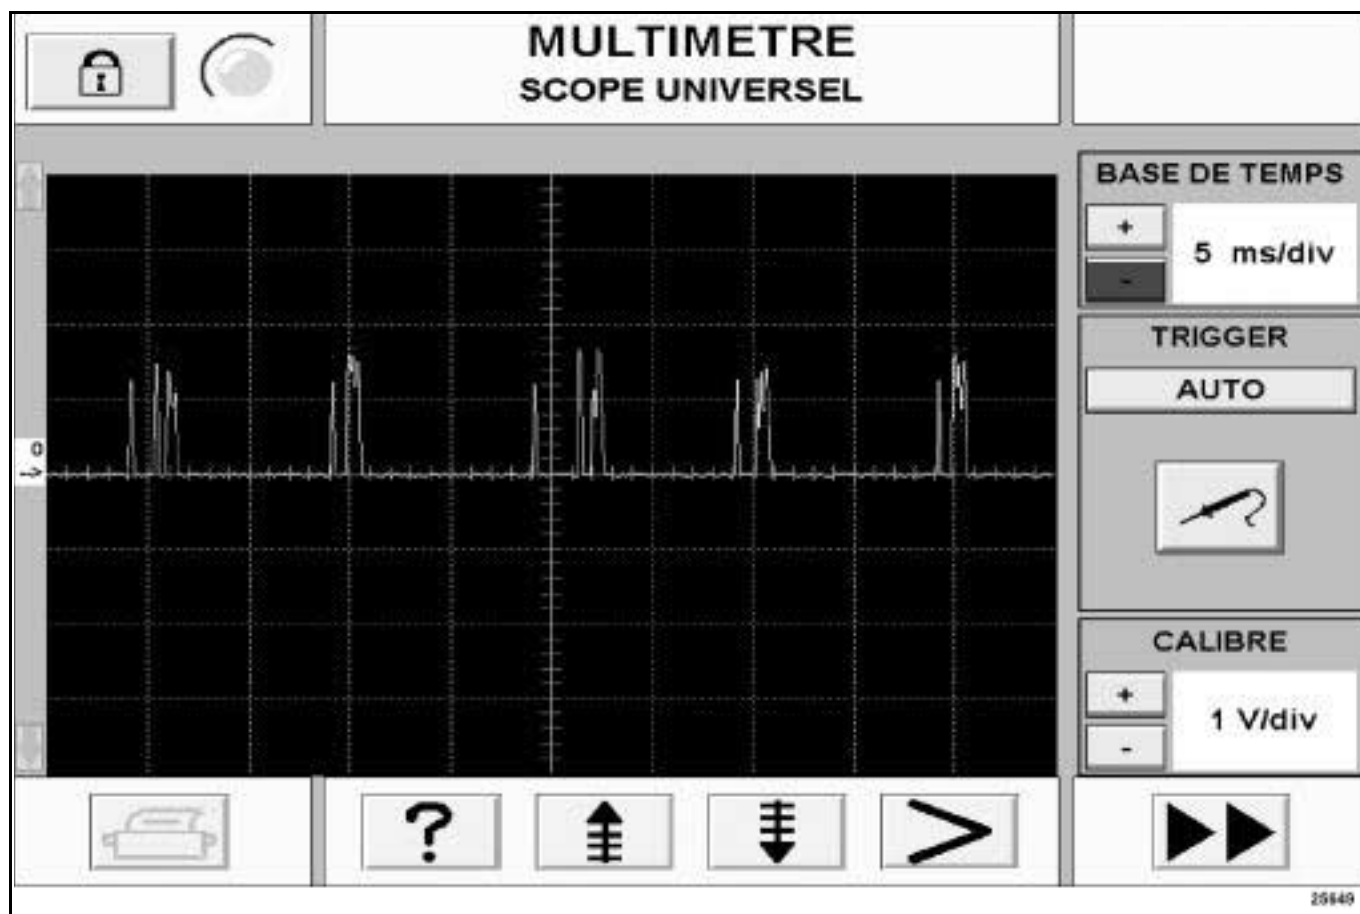

Рис. 3
– См. правильную форму сигнала на Рис. 3